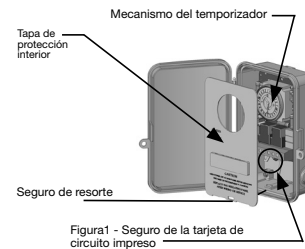

Figura 1 - Seguro de la tarjeta de circuito impreso
- Abra la puerta y retire la tapa de protección interior al aflojar el seguro de resorte. (Vea la Figura 1)
- Retire el tablero de circuito impreso al aflojar el seguro de resorte y sostenga la parte inferior del tablero. (Vea la Figura 1)